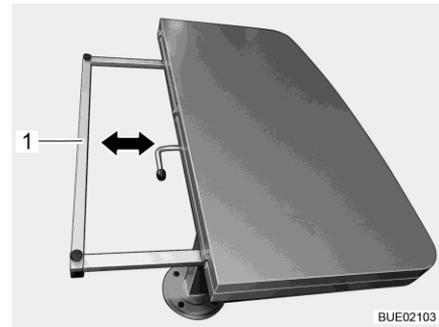

Bild 130 Tischplatte verkleinern
- Den Stützrahmen (Bild 130,1) auf beiden Seiten halten und gleichmäßig bis zum Anschlag unter die Tischplatte schieben.